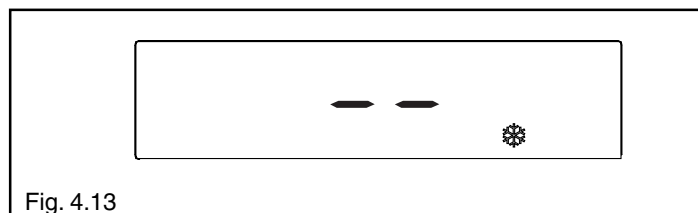

Fig. 4.13
- Antigelo (fig. 4.13): quando la temperatura dell'acqua di caldaia scende al di sotto dei valori di sicurezza si attivano il circolatore e il bruciatore alla minima potenza per riportare la temperatura dell'acqua a valori di sicurezza (35 °C). Sul display si illumina il simbolo .